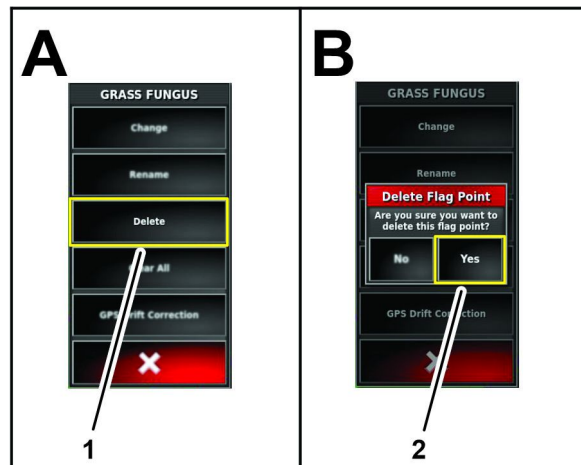

Рисунок 85
1. В меню редактирования точки с флажком нажмите на значок «УДАЛИТЬ» (Рисунок 85).
2. В диалоговом окне удаления точки с флажком нажмите на значок «ДА» (Рисунок 85).